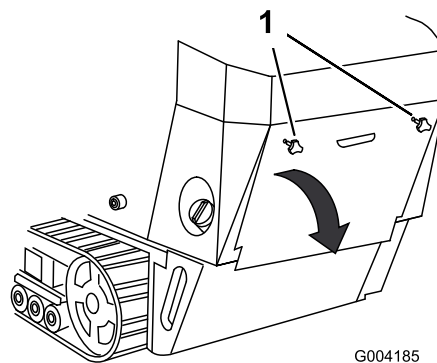

Figure 27
1. Dévissez les 2 boutons de fixation du capot d'accès arrière à la machine (Figure 27).
2. Basculez le capot d'accès arrière vers le bas et déposez-le pour accéder aux composants internes (Figure 27).